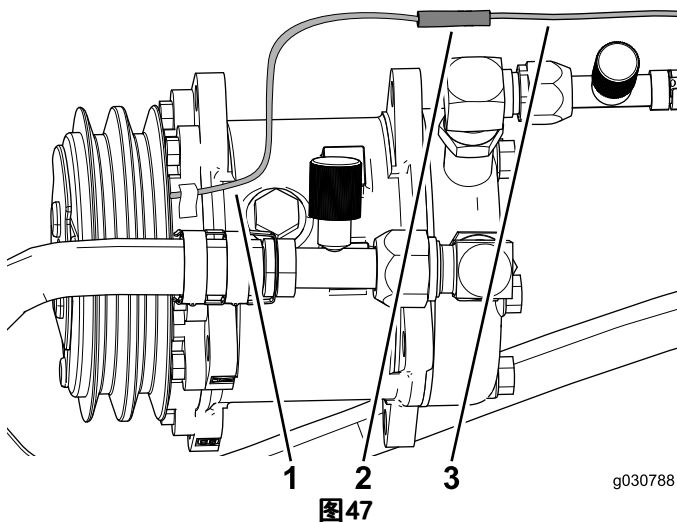

图47
3. 将空调压缩机的电线连接到线束的插塞连接器 (图 47)。